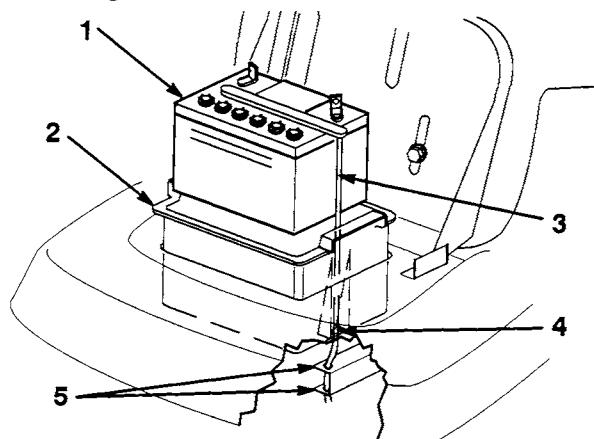

Bild 21
5. Batteriekasten, Batterie und das lange Belüftungsrohr aus dem Fahrzeug entfernen (Bild 21).
1. Die Batterie in den Kasten einführen und das Belüftungsrohr durch das U-Profil und das Langloch im Kastenboden schieben (Bild 21).
WICHTIG: In die Öffnung blicken, in die der Batteriekasten paßt. Das Loch im Ende des rechten Rahmenträgers (Bild 21) ausfindig machen. Das Belüftungsrohr immer durch dieses Loch führen, um einer Korrosion von Traktor und Mähwerk durch Batteriesäure vorzubeugen.
2. Batterie und -kasten in der Maschine installieren (Bild 21). Sicherstellen, daß das Ende des Belüftungsrohrs durch das Loch im Rahmen geführt wird (Bild 21).